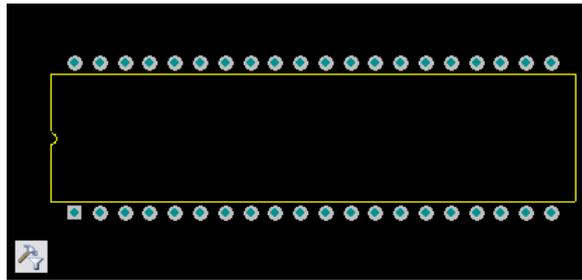

图 3-30 封装的平面方式浏览
**PCB 封装模型的预览：**图 3-28 封装模型对话框的下部是器件的预览图，此时器件封装是以三维图像的模式显示的，可以用鼠标拖动模型进行旋转。倘若只想观察器件的平面布局效果可以点击预览框左下角的图标，取消其中的“3D”显示，图 3-30 是器件模型的平面显示效果。